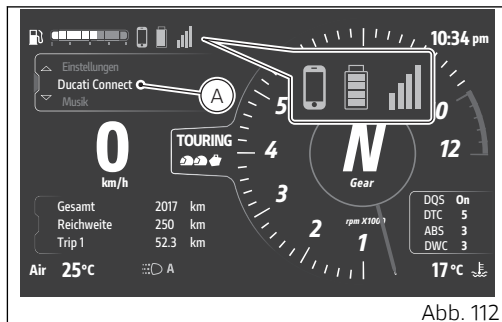

Abb. 112
- am Cockpit über den Joystick ▲ ▼ im Interactive Menu die Angabe Ducati Connect markieren, dann auf ENTER (A, Abb. 112) drücken.
- am Cockpit über den Joystick im Interactive Menu die Angabe Ducati Connect markieren, dann auf ENTER (A, Abb. 112) drücken.